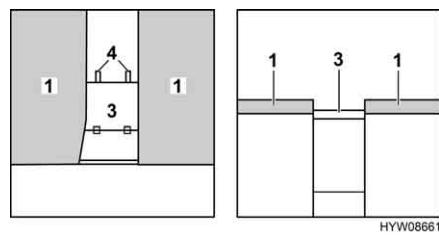

Fig. 53 Durante la trasformazione
- Appoggiare l'allargamento letto (Fig. 53,3), in modo da assicurarlo con i velcri (Fig. 53,4) perché non scivoli.